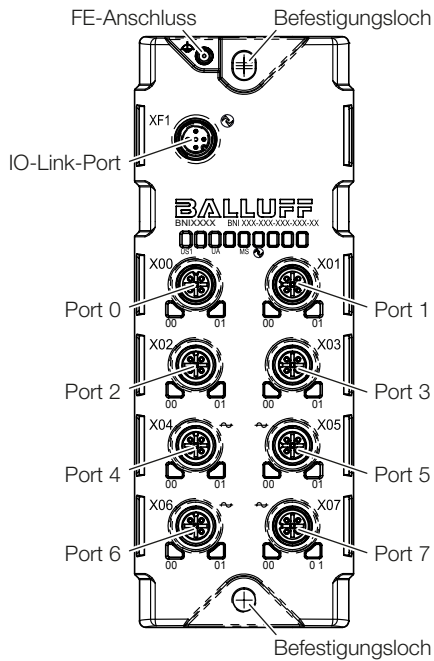

Bild 4-2: Geräteübersicht
- ▶ Das Modul mit 2 M6-Schrauben und dem Anzugsdrehmoment von 3 Nm unter Verwendung der Befestigungslöcher (siehe Bild 4-2 auf Seite 8) befestigen.